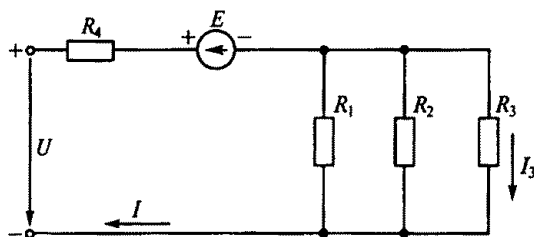

Рис. 34
1.48.Р. Каковы напряжение U и ток I_3 в цепи на рис. 34, если $I = 40$ А, $E = 20$ В, $R_1 = 12$ Ом, $R_2 = 6$ Ом, $R_3 = 4$ Ом, $R_4 = 5$ Ом?